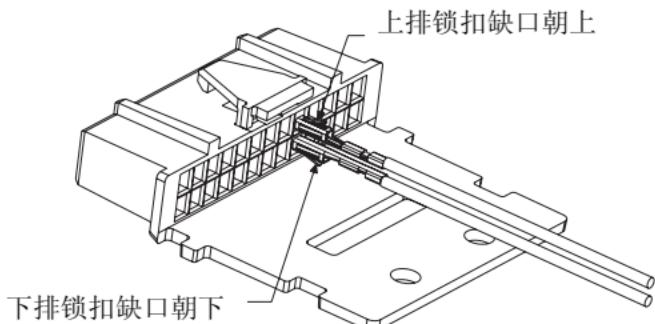

图3 接触端方向
紧急脚踏开关套件包含一条电缆。电缆的一端有两条裸线，另一端也有两条线，一条带有接线片，另一条连接着一个接触端子。请参考图 3，并完成以下连接：
3. 将带有接触端子的电线插入附件接口的 #23 插孔，如图 3 所示。